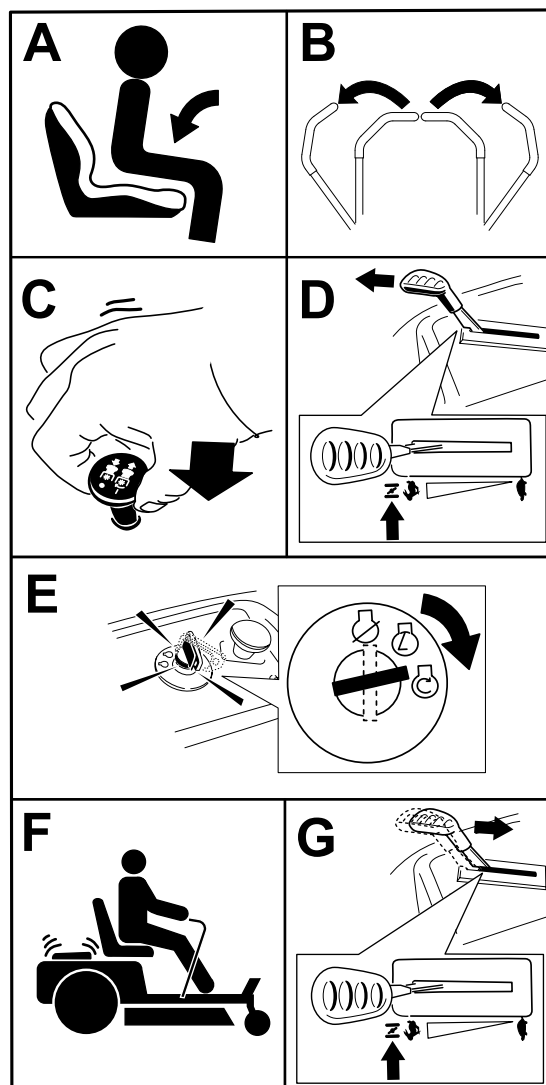

Figure 23
Remarque: Vous devrez éventuellement maintenir le levier contre la butée, à la position starter, pendant que vous tentez de démarrer le moteur (Figure 23).
1. Désengagez les lames en plaçant la commande des lames en position DÉSENGAGÉE (Figure 23).